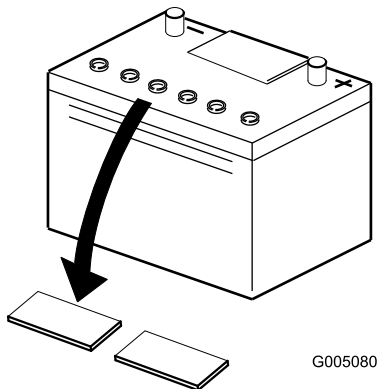

Figura 4
2. Pulite la parte superiore della batteria e togliete i tappi di sfiato (Figura 4).